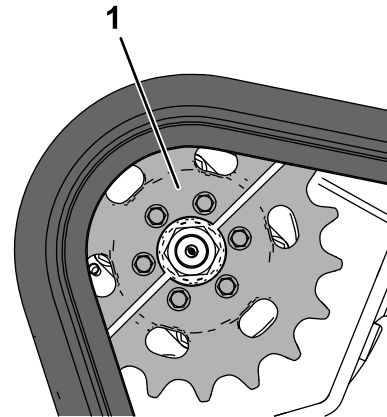

Figure 60
2. Garez la machine sur une surface plane et horizontale en vérifiant qu'une seule moitié de pignon est engagée sur la chenille (Figure 60).